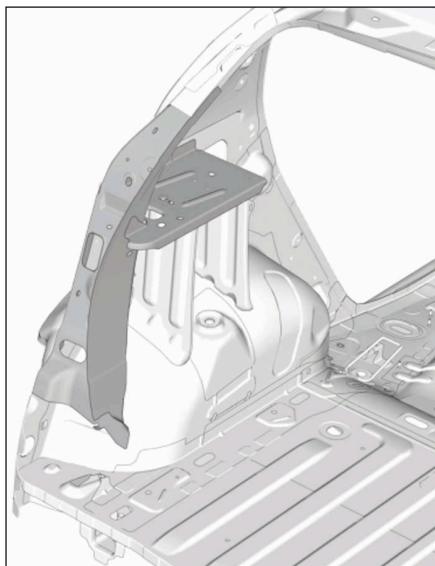

FIG.82
- Respecter la ligne de coupe (Fig.82).